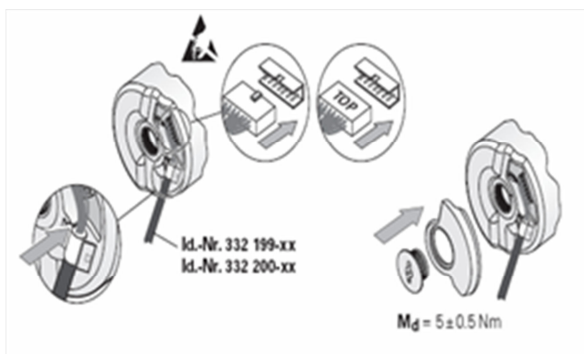

图 14 编码器接线
- 按照 (P8 图 14) 所示方法安装编码器线，并装上编码器后盖，最后用螺丝刀将盖板的螺栓拧紧（注意：屏蔽线的铁环要装进盖板的凹槽处），请勿直接用手接触插头管脚，将电缆插头